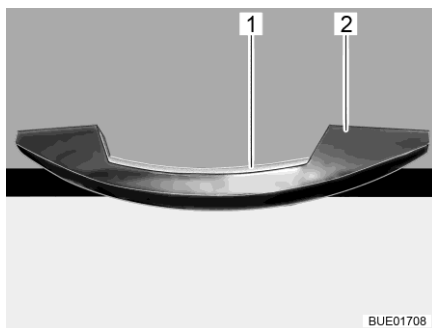
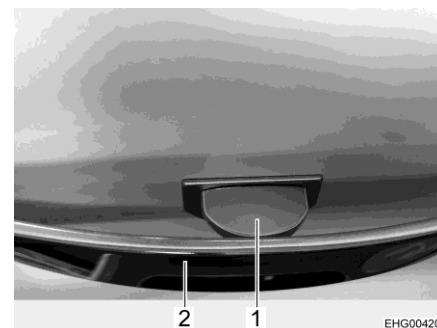

Fig. 52 Maniglia con listello di sblocco (esempio)
Fig. 53 Maniglia con passante di sblocco
- Premere il listello di sblocco (Fig. 52,1) o il passante di sblocco (Fig. 53,1) e mantenerlo premuto.
- Tirare la maniglia (Fig. 52,2 o Fig. 53,2) finché lo sportello del mobile non si apre.